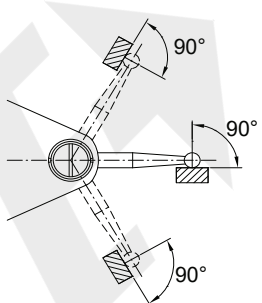
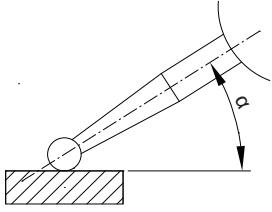

fig.4
fig.5
3. Pendant la mesure, le stylet doit être vertical par rapport à la direction de mesure (fig.4). Lorsque le stylet forme un angle avec la direction de mesure (fig.5), il convient de procéder à la correction suivante.